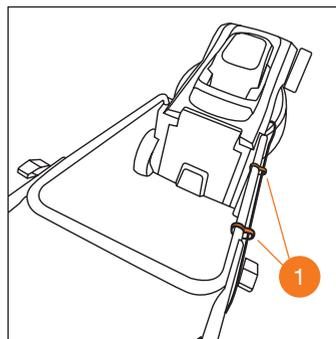

Рис. 7
3. Закрепите электрический провод с помощью пластиковых прижимных клипс **1** (Рис. 7).